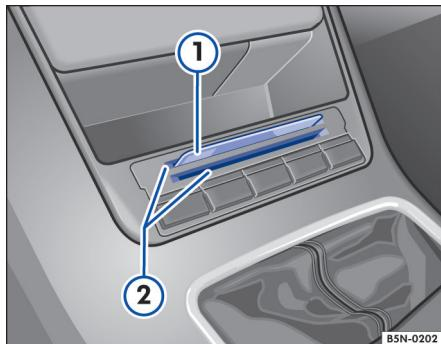

图 93 中央通道上的卡片插槽
中央通道处有两个卡片插槽 → 图 93②，可用于放置加油卡①等类似的物品。